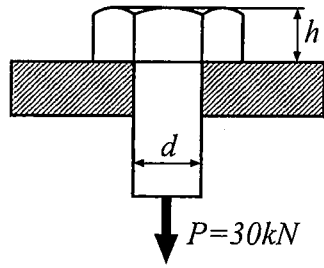

図 1-1
- 1 図 1-1 のような構造でボルトが $P = 30\text{kN}$ の荷重を支えている。ボルトの材料の許容引張応力を $\sigma_a = 120\text{MPa}$ 、許容せん断応力を $\tau_a = 100\text{MPa}$ とするとき、以下の間に答えよ。